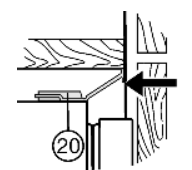

Fig. 16
- ▶ Se necessario allineare la fascia di compensazione Fig. 16 (20) spostandola parallelamente al tetto del mobile. Non deve sporgere.